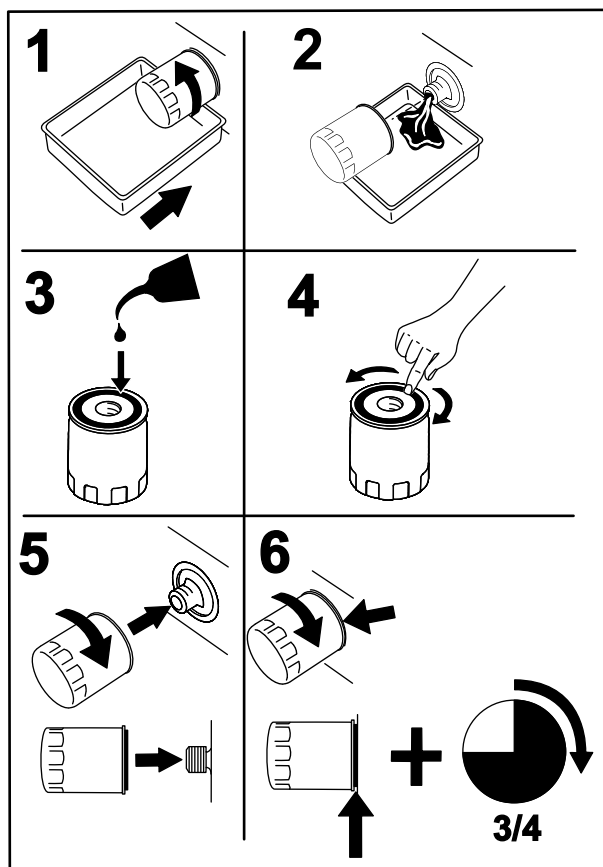

Figura 42
4. Collocate una bacinella di spurgo sotto il filtro dell'olio e ruotate il filtro in senso antiorario per rimuoverlo (Figura 42).